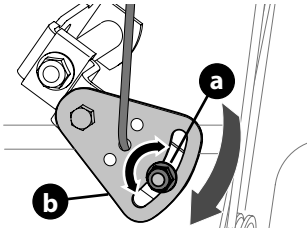

Figura 48
2. Afloje la tuerca hexagonal (a) de la ménsula de posicionamiento del cable de cambios (b) (Figura 48).